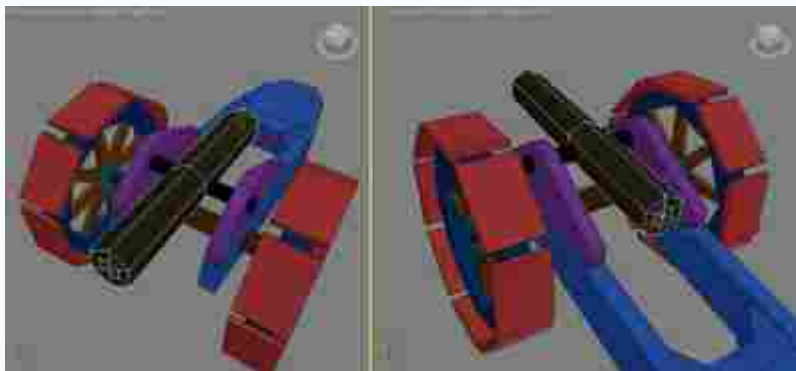
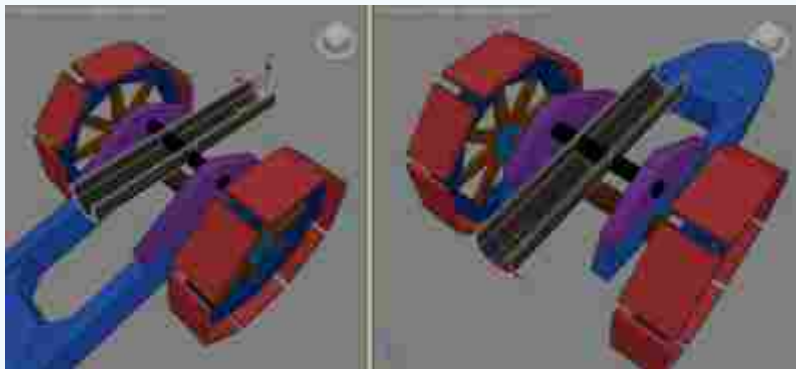

图2-33 创建主炮口基础造型
图2-34 炮口凹槽结构的制作
(16) 对主体炮台的模型结构进行基础形体的制作。在连接体中心位置创建一个圆柱体，根据原画示意图调整圆柱体长、宽、高的数值及分段数，然后单击鼠标右键，从弹出的快捷菜单中选择转多边形命令，将圆柱体换成可编辑的多边形物体，如图2-33所示。激活柱体炮台进入  (面) 层级，删除上面的面，制作凹槽结构，同时调整内线厚度，如图2-34所示。